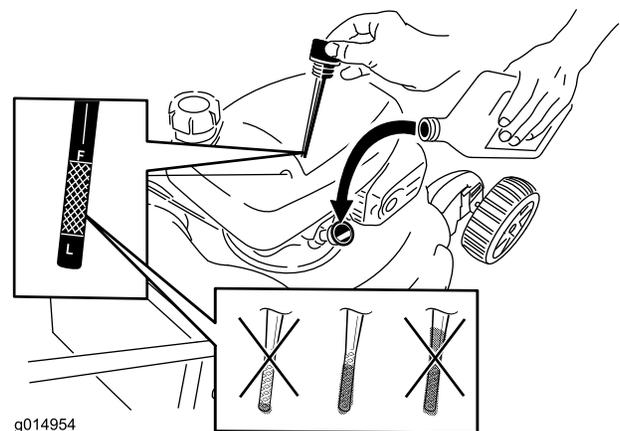

Рисунок 41
- Извлеките масломерный щуп (Рисунок 41).
4. Медленно заливайте масло в маслозаливной патрубок до тех пор, пока уровень масла не достигнет отметки **Full (ЗАПОЛНЕНО)** на масломерном щупе (Рисунок 41). **Не допускайте переполнения картера.** (Макс. объем масла: 0,59 л, тип: автомобильное моющее масло (SAE 30), имеющее классификацию API: SF, SG, SH, SJ, SL или выше.)